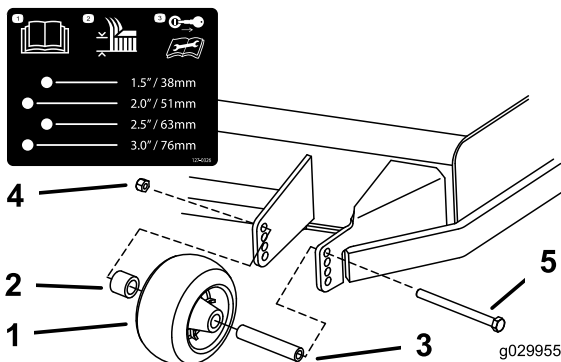
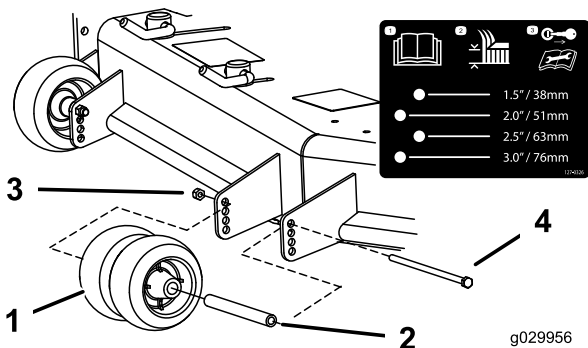
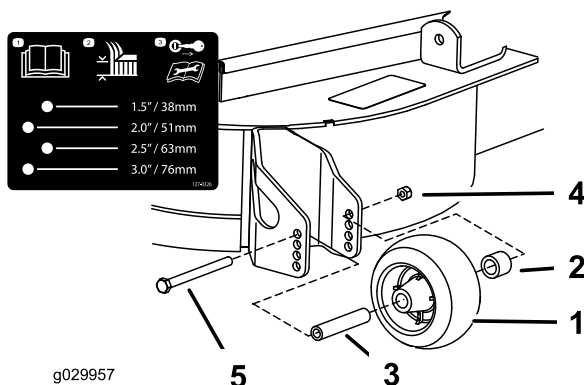

Figura 27
Figura 28
Figura 29
- Ajuste los rodillos protectores del césped según se muestra en Figura 27, Figura 28 y Figura 29.